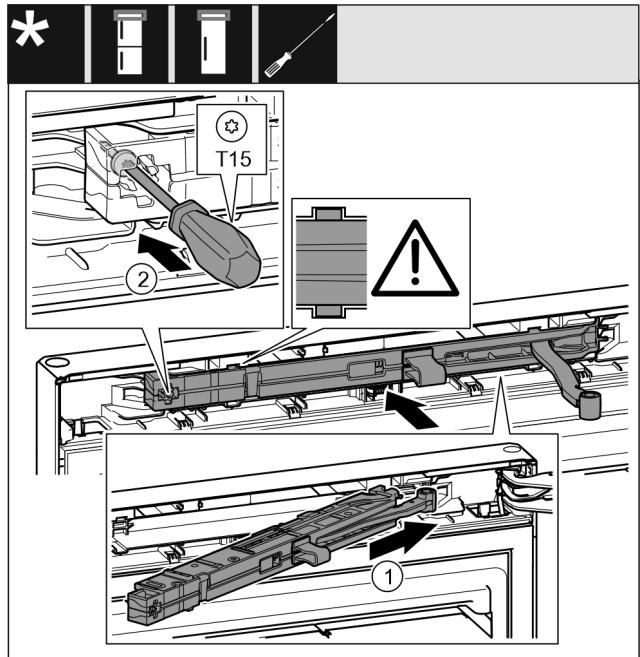

Fig. 37
- ▶ Під нахилом просуньте демпферний вузол з боку опорного кронштейна в отвір до упору. Fig. 37 (1)
- ▶ Закрутіть гвинт за допомогою викрутки T15. Fig. 37 (2)